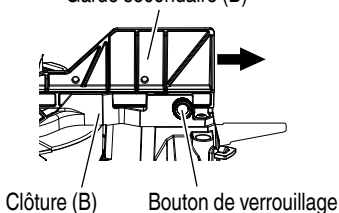

Fig. 17
Cet outil électrique est équipé d'une garde secondaire (B). Dans le cas d'une coupe à angle direct et d'une coupe en biseau à droite, utiliser la garde secondaire (B). On pourra ensuite exécuter une coupe stable du matériau avec une large face arrière. Pour une coupe en angle gauche, desserrer le bouton de verrouillage, puis faire glisser la garde secondaire (B) vers l'extérieur, comme illustré à la Fig. 17.